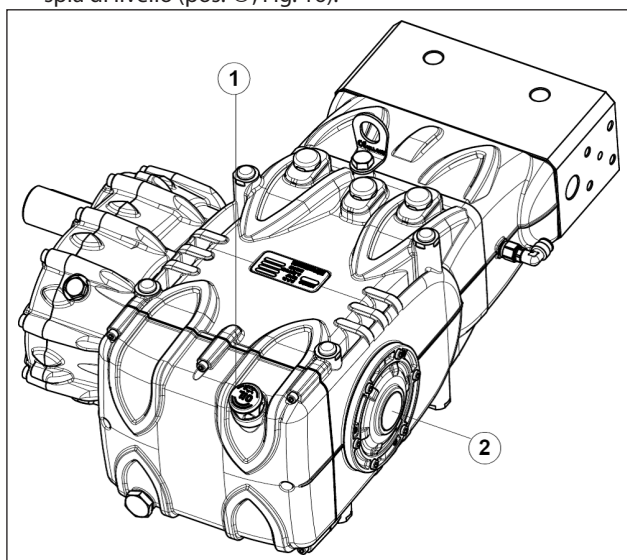

Fig. 16
5. L'olio nel carter pompa sia a livello verificandolo con l'apposita asta (pos. ①, Fig. 16) ed eccezionalmente con la spia di livello (pos. ②, Fig. 16).